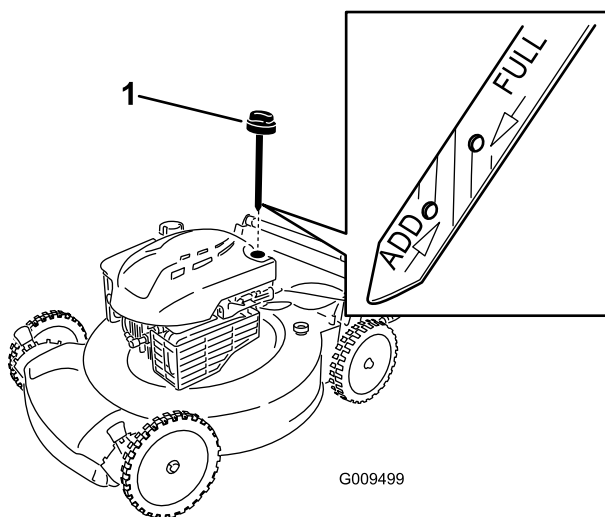

Figure 24
6. Retirez la jauge de niveau du tube de remplissage (Figure 24).